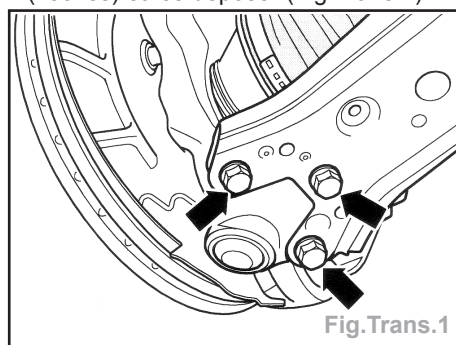

Fig.Trans.1
- Marquer la position de montage des vis (flèches) et les déposer (Fig.Trans.1).